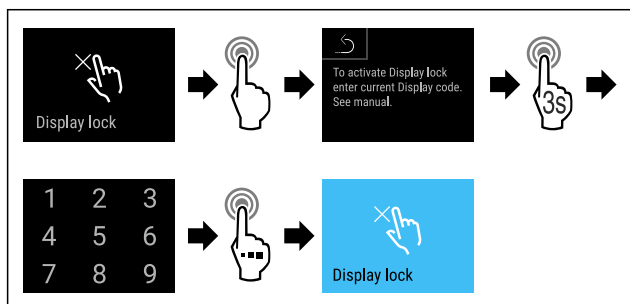

Fig. 79
- ▶ Wykonać czynności (patrz Fig. 79).